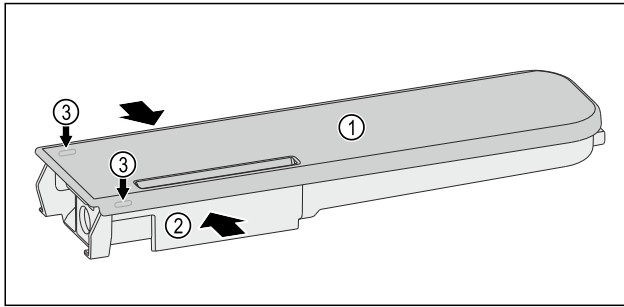

Fig. 189
- Comprimere il serbatoio dell'acqua Fig. 189 (2) e fare leva con attenzione sul coperchio Fig. 189 (1) sollevandolo dai naselli di arresto Fig. 189 (3).
- Spostare leggermente avanti e indietro il coperchio Fig. 189 (1) e rimuoverlo verso l'alto.